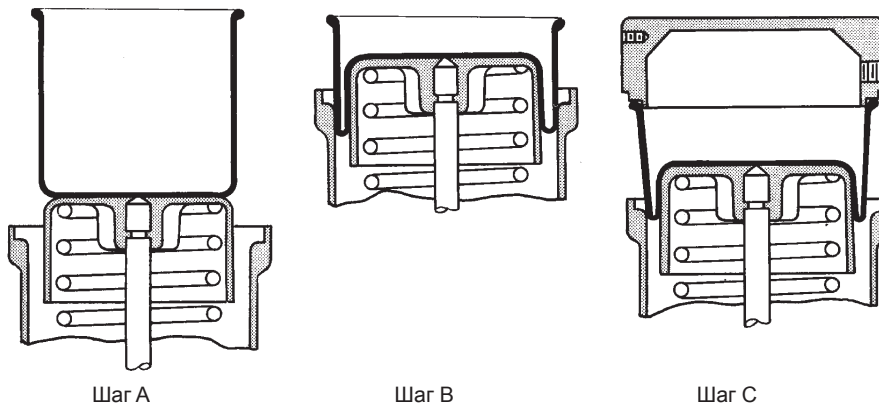

Рисунок 7 - способ 1
- I-1. Отцентрируйте и прикрепите мембрану (40) к верхней части поршня (43) (см. рис. 7 - способ 1, шаг А).
- J-1. Расправьте мембрану (40) внутри пружинного цилиндра (38) так, чтобы она частично вошла в пружинный цилиндр (см. рис. 7 - способ 1, шаг В).